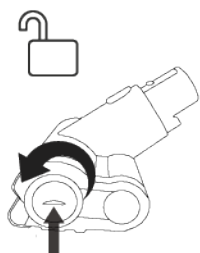

Figure 21
2. Libérer le balai à moteur du Sidekick en tournant le verrou, sur le côté, vers la gauche à l'aide d'un tournevis à tête plate (Figure 21).